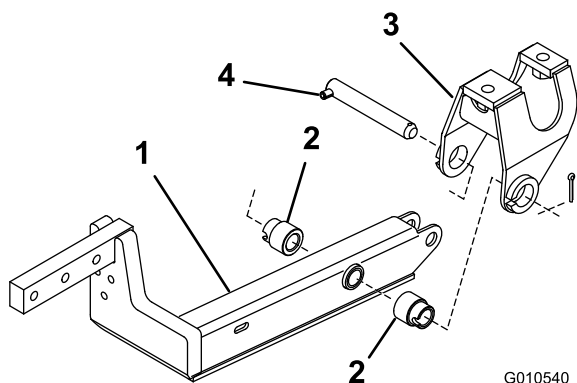

Bild 2
4. Befestigen Sie einen Hubarm mit zwei Distanzstücken, einem Lagerbolzen und einem Splint (5/32" x 1-3/4") an der Schwenkhalterung. Montieren Sie den Hubarm so, dass die Biegung nach außen zeigt (Bild 2).